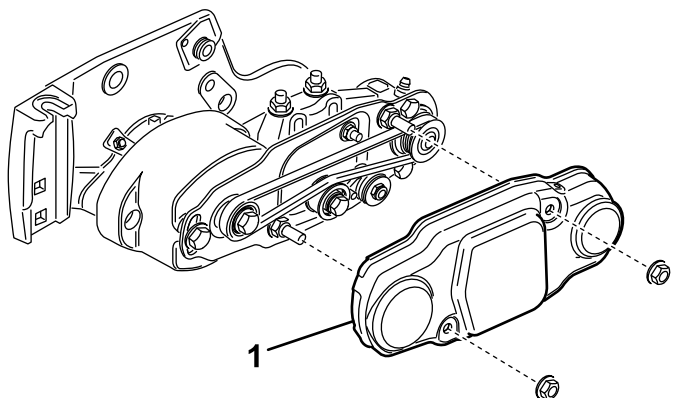

図 18
25. ベルトカバーを取り付けボルトに取り付けてフランジナット2個で固定する 図 18。